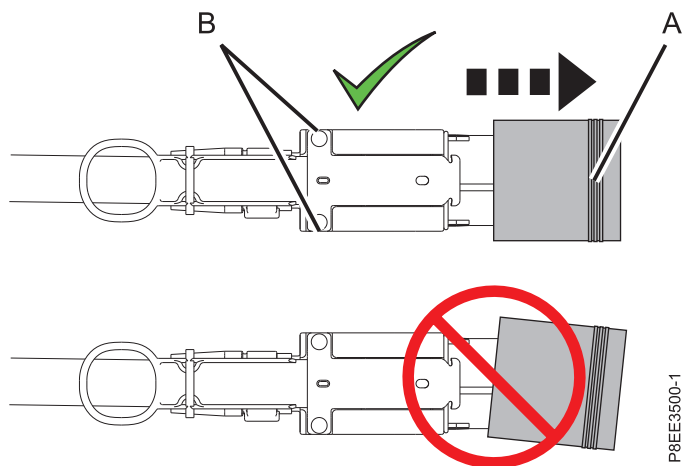

図 18. 拡張ドロワー・ケーブルのコネクターからの保護カバーの取り外し
- b. 拡張ドロワー・ケーブルのコネクターから保護カバーを取り外します。ケーブル・ハウジング (**B**) の短辺を、一方の手の人差し指と親指で保持します。次に、カバーの長辺 (**A**) をもう一方の手の人差し指と親指でつかみ、保護カバーを取り外します。図 18 を参照してください。